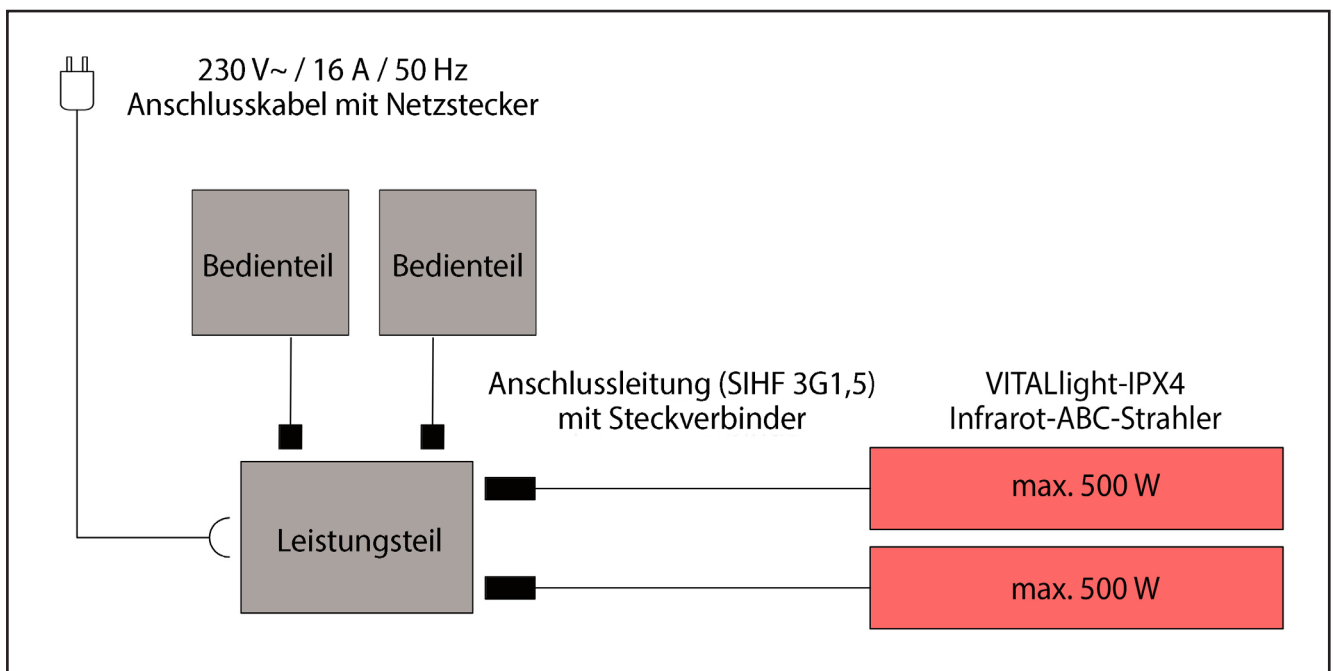

Abb. 1
- Die Montage und der Anschluss des Steuergerätes muss nach Anschluss-schema erfolgen (Abb. 1).